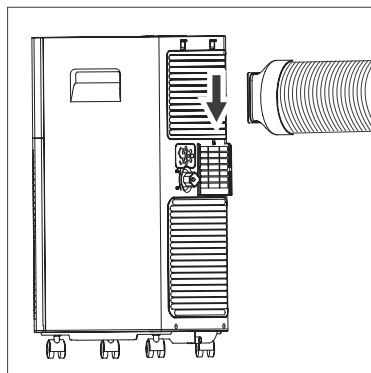

Рис. 7
2. Подключите шланг-воздуховод к прибору (Рис. 7)